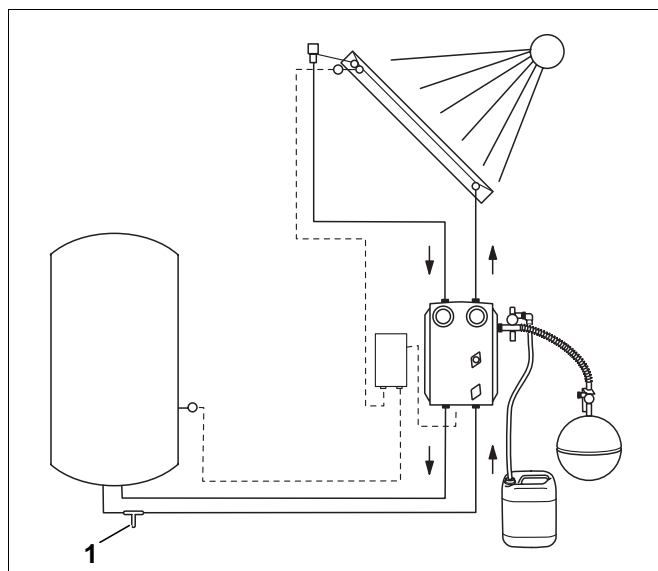

Abb. 20 Befüllen mit Solarfluid L
- Mit Hilfe einer Pumpe wird die Anlage über den FE-Hahn an der Rücklaufleitung des Speichers mit dem Solarfluid L befüllt (Abb. 20, **Pos. 1**).